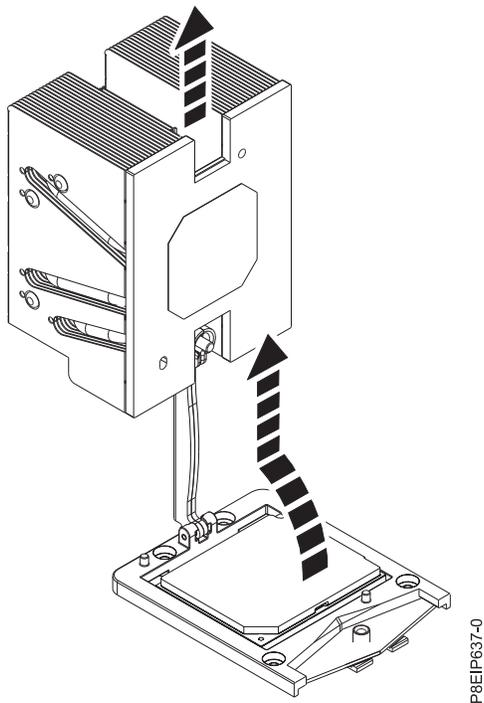

図 78. ロード・アームからヒート・シンクを持ち上げる
5. ヒート・シンク上で回転させて、持ち上げます。ロード・アームが回転して上がります。ヒート・シンクを回転させて、ロード・アームから持ち上げます。70 ページの図 78を参照してください。